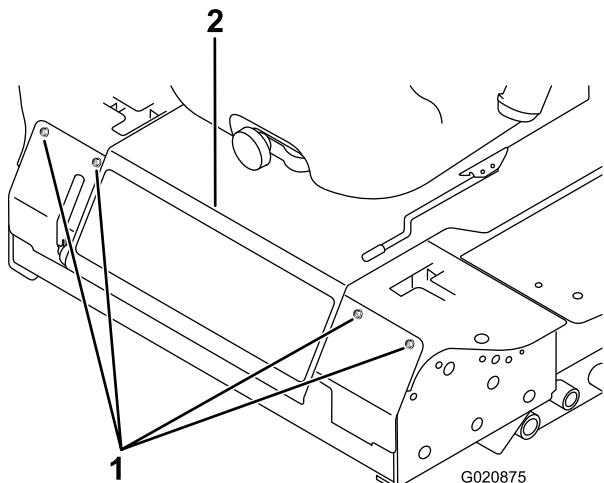

図 58
3. 前パネルを止めているボルトを外して前パネルを外す（図 58）。